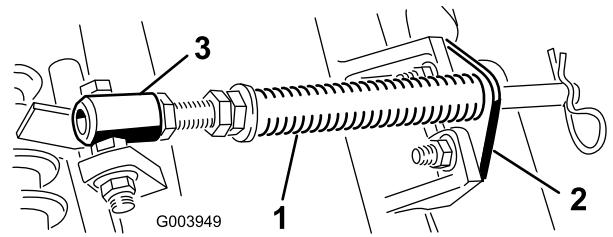

Bild 5
- A. Nehmen Sie die zwei Schlossschrauben und Muttern ab, mit denen die Stangenhalterung an den Nasen der Schneideinheit befestigt ist (**Bild 5**).
- B. Nehmen Sie die Bundmutter ab, mit denen die Schraube des Federrohrs an der Nase des Trägersrahmens befestigt ist (**Bild 5**). Nehmen Sie das ganze Teil ab.